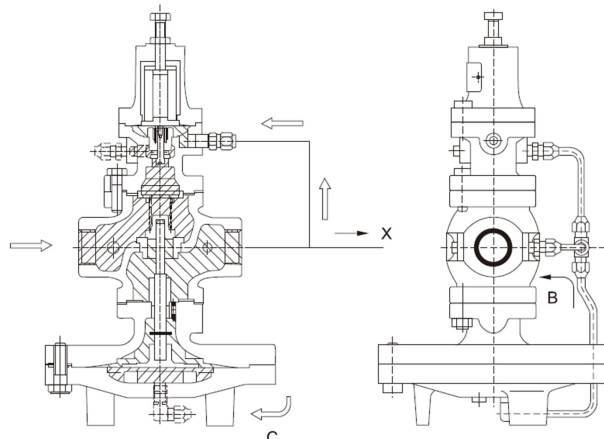

Рис. 5
1.5. При снятии нагрузки с редуцирующей стороны давление в мембранной камере пилота повышается, закрывая клапан. Рабочее давление в основной мембранной камере сбрасывается в корпус через редукционное отверстие, и пружина главного клапана прижимает главный клапан к закрытию (рис. 5).